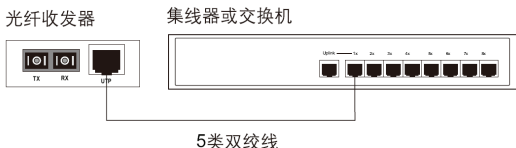

图 4
- 由于 UTP 端口支持自动 MDI/MDIX 功能，所以无需进行电缆选择或使用 UPLINK 端口。如图 4: